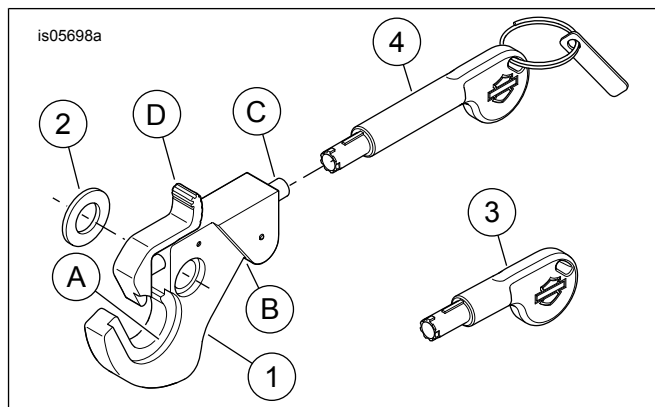

Figura 9. Parti di ricambio: Kit serrature per accessori rimovibili
Vedere Figura 9 A seconda dell'accessorio rimovibile installato, le posizioni del rilievo (A) e dei sottosquadri (B) vengono utilizzate come distanziali o attacchi dei punti di ancoraggio.
1. **Bloccaggio della chiusura:** Vedere Figura 9 . Quando l'accessorio rimovibile è installato, premere la serratura a molla (C).